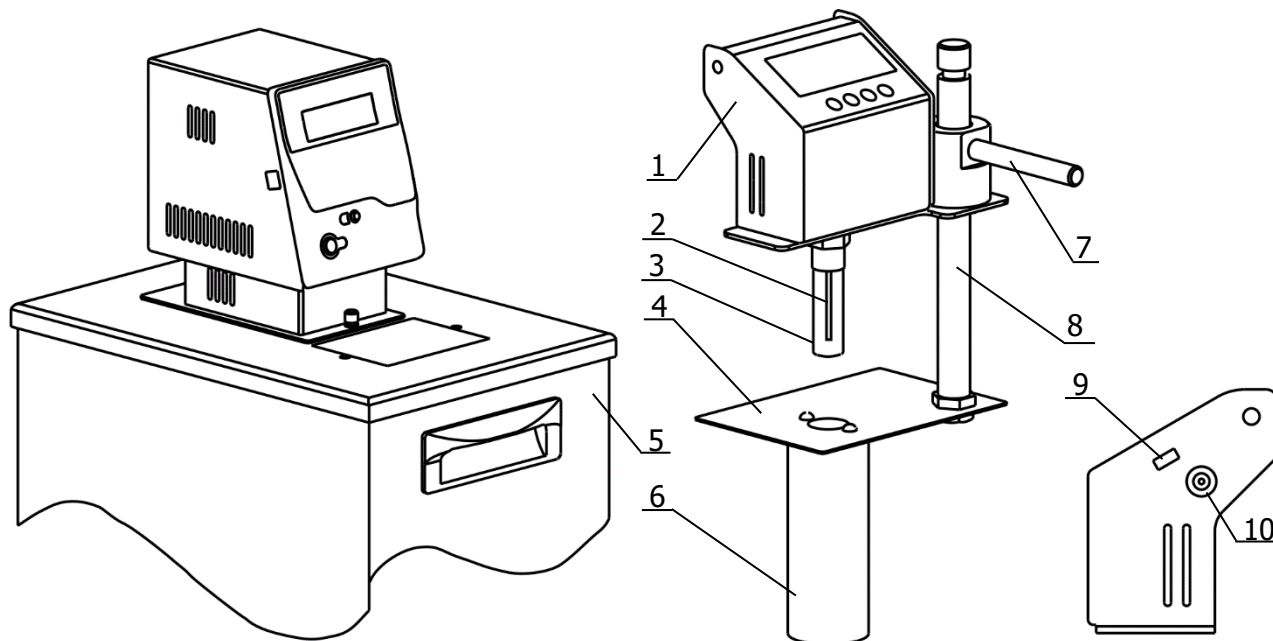

Рисунок 1 — Внешний вид установки
1.5.1 Установка состоит из электронного блока 1 (рисунок 1), перемещающегося с помощью рукоятки 7 вдоль штанги 8, установленной на основании 4. В нижней части электронного блока расположен датчик температуры 2. Виала 3 с раствором испытуемого вещества фиксируется резьбовым соединением так, чтобы датчик оказался внутри нее. Основание 4 устанавливается в отверстие ванны криостата 5. В нижнем положении электронного блока 1 виала 3 входит внутрь охлаждаемого стакана 6, установленного в нижней части основания 4. На правой стенке электронного блока расположены разъем miniUSB 9 и разъем питания 10 (12В, 0.25А, \ominus).
2.2.5 Подключить сетевой адаптер из комплекта поставки к разъему 10 (рисунок 1) на боковой стенке электронного блока и включить его в сеть.
! *Перед выполнением измерения должен быть выполнен п. 2.2, криостат должен выйти на установленную температуру. Охлаждаемый стакан 6 (рисунок 1), установленный в ванне криостата должен быть чистым и сухим.*